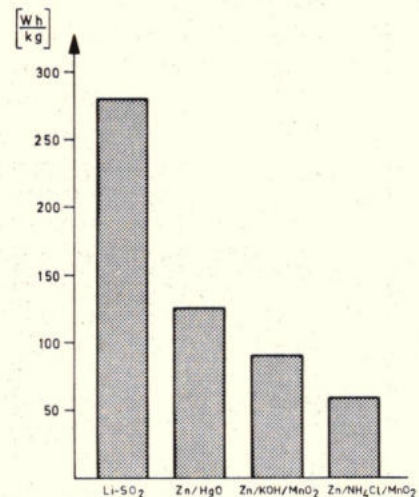

Fig. 26. Vergelijking van de output van verschillende cellypen.
ook gedurende jaren. De belangrijkste fabrikanten zijn momenteel Saft en Eternacell (VS). Voeg er nog bij, dat de cel werkzaam is van 18 °C onder nul tot ca. +75 °C. Verkrijgbaar in verschillende afmetingen, maar ze kunnen in verband met de veel hogere spanning niet zonder meer als vervanger van normale celtypen dienen. Bij alle lithiumcellen bevindt de inhoud zich onder een vrij grote overdruk in het goed gesloten busje. In fig. 26 zien we